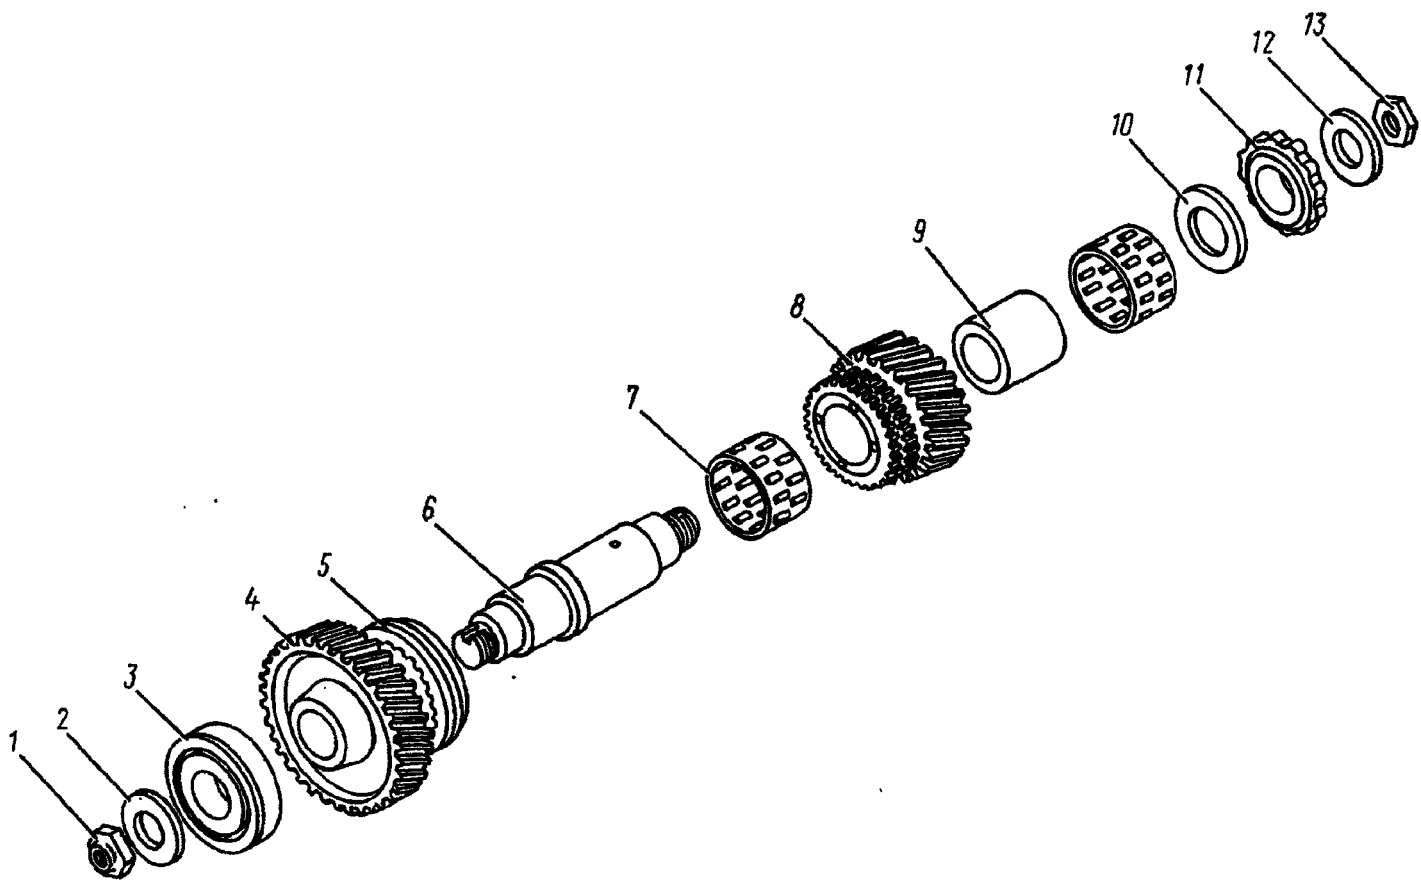
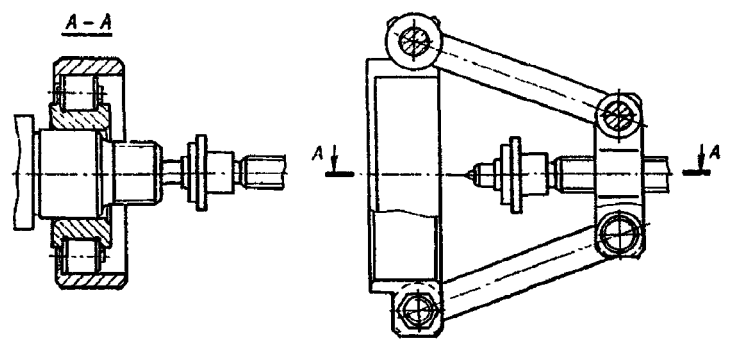
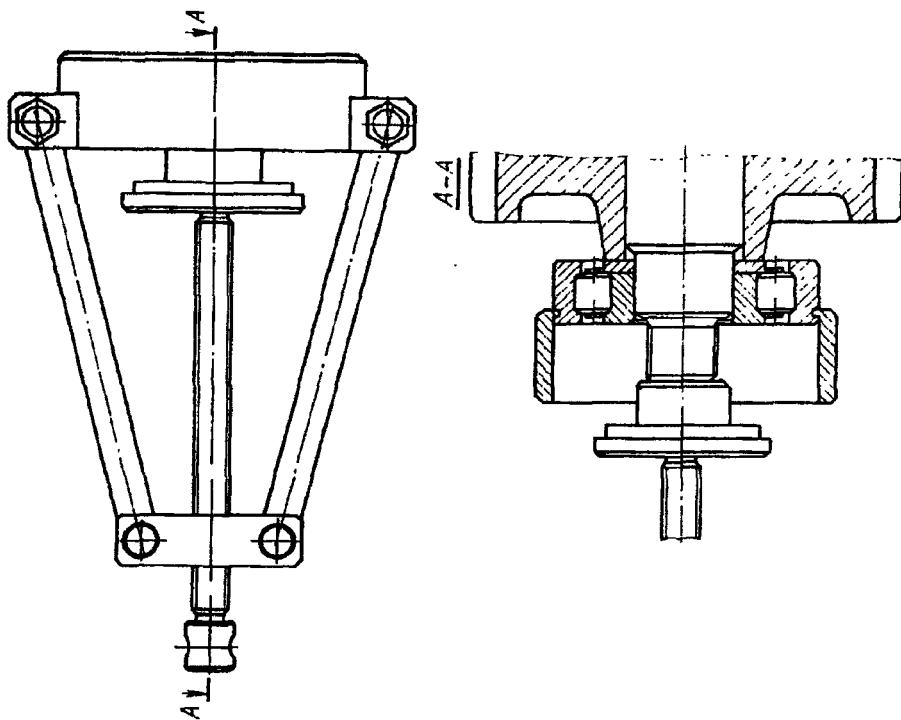

Рис. 163. Вал промежуточный раздаточной коробки:
Рис. 164. Снятие внутреннего кольца заднего подшипника промежуточного вала
Рис. 165. Снятие внутреннего кольца переднего подшипника промежуточного вала
28. Спрессуйте с вала зубчатое колесо 2 и снимите шпонку 4 29. Установите промежуточный вал на верстак, раскерните и отверните гайки 1, 13 (рис. 163), снимите шайбы 2, 12 30. Съёмником (рис. 164) снимите внутреннее кольцо подшипника 11 (см. рис. 163), а съёмником И801.30.400 (рис. 165) снимите подшипник 3 (см. рис. 163) с вала 6 31. Снимите шайбы 10 и зубчатое колесо 8 первой передачи промежуточного вала с роликами 7 и распорной втулкой 9	Оправка, молоток, съёмники Оправка, молоток